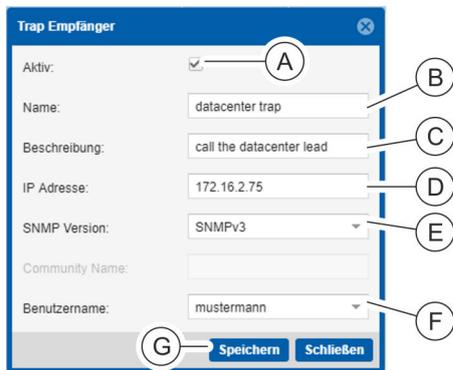

Abb. 142: Fenster "Trap Empfänger"
1. ➔ Trap-Empfänger entsprechend *Empfänger mit SNMPv1/SNMPv2 hinzufügen*, Schritte 1 – 4 konfigurieren (Abb. 142/Ⓐ – Ⓓ).
2. ➔ Im Auswahlfeld die SNMP-Version "SNMPv3" auswählen (Abb. 142/Ⓔ).
3. ➔ Einen Benutzernamen auswählen (Abb. 142/Ⓕ).
4. ➔ Nach der Eingabe der Daten das Fenster über die Schaltfläche „Speichern“ (Abb. 142/Ⓖ) verlassen, um die Konfiguration auf der PDU anzulegen.